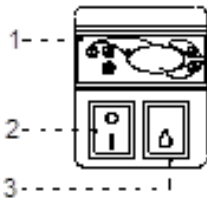

Abb.8 Steuerungspaneel
- Hauptschalter-Taste drücken Abb.8/2 (S.27), dadurch wird das Einschalten der Temperaturregelung und Aggregats gelöst
- Auf dem Temperaturregelung-Paneel Abb.8/1 (S.27) die Temperatur a einstellen (für Bedienung siehe S.35 oder 36)
- Beleuchtungs-Taste drücken Abb.8/3 (S.27)